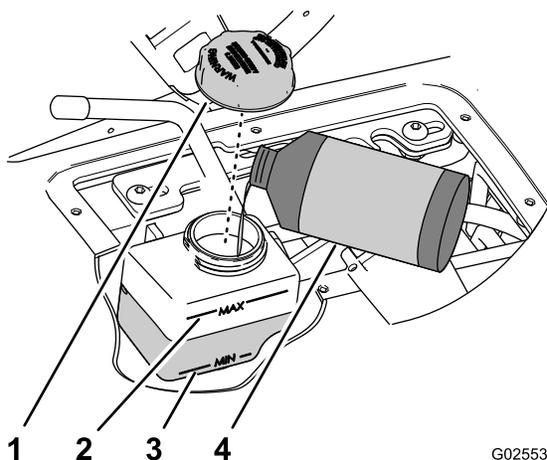

Рисунок 61
4. Проверьте уровень рабочей жидкости в бачке цилиндра управления скоростью (Рисунок 61).
- A. Начисто протрите зону вокруг крышки бачка (Рисунок 61).
- B. Снимите крышку с заливной горловины бачка (Рисунок 61).
- C. Залейте рабочую жидкость указанного типа, чтобы ее уровень находился посередине между отметками Min и Max на боковой поверхности бачка (Рисунок 61).
- D. Установите крышку, затянув от руки (Рисунок 61).